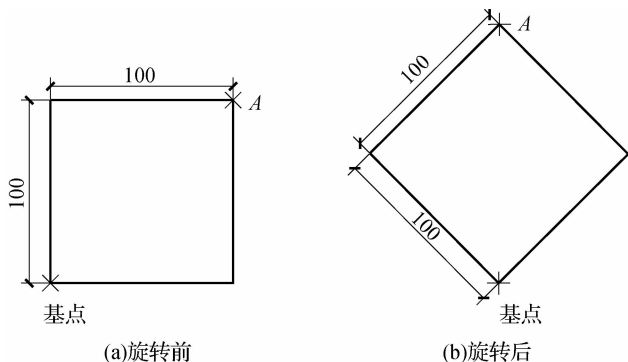

图 5-23 旋转示例
【例 5-6】 使用“旋转”命令绘制如图 5-23 所示的图形。
(1) 绘出边长为 100 的矩形,如图 5-23(a)所示。
(2)使用旋转命令旋转对象,如图 5-23(b)所示。